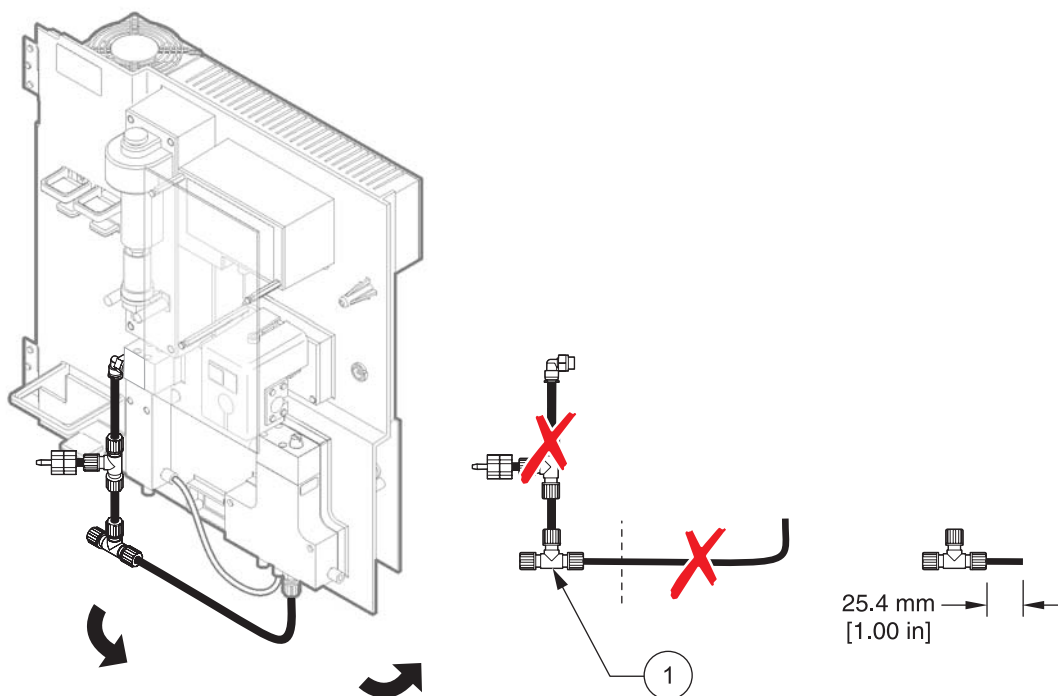

图 21 拆下 T 型连接装置
该 T 型连接装置用于连接排放管。要拆下 T 型连接装置，请参考图 21 和以下步骤：
- e. 将从分析器 1 上拆下的排放管切下 25 毫米。将这一 25 毫米长的管道连接到分析器 2 的 T 型连接装置上，将管道的另一端连接到从分析器 1 上拆下的 T 型连接装置上。想了解如何拆下 T 型连接装置，请参考位于第 59 页上的图 21。